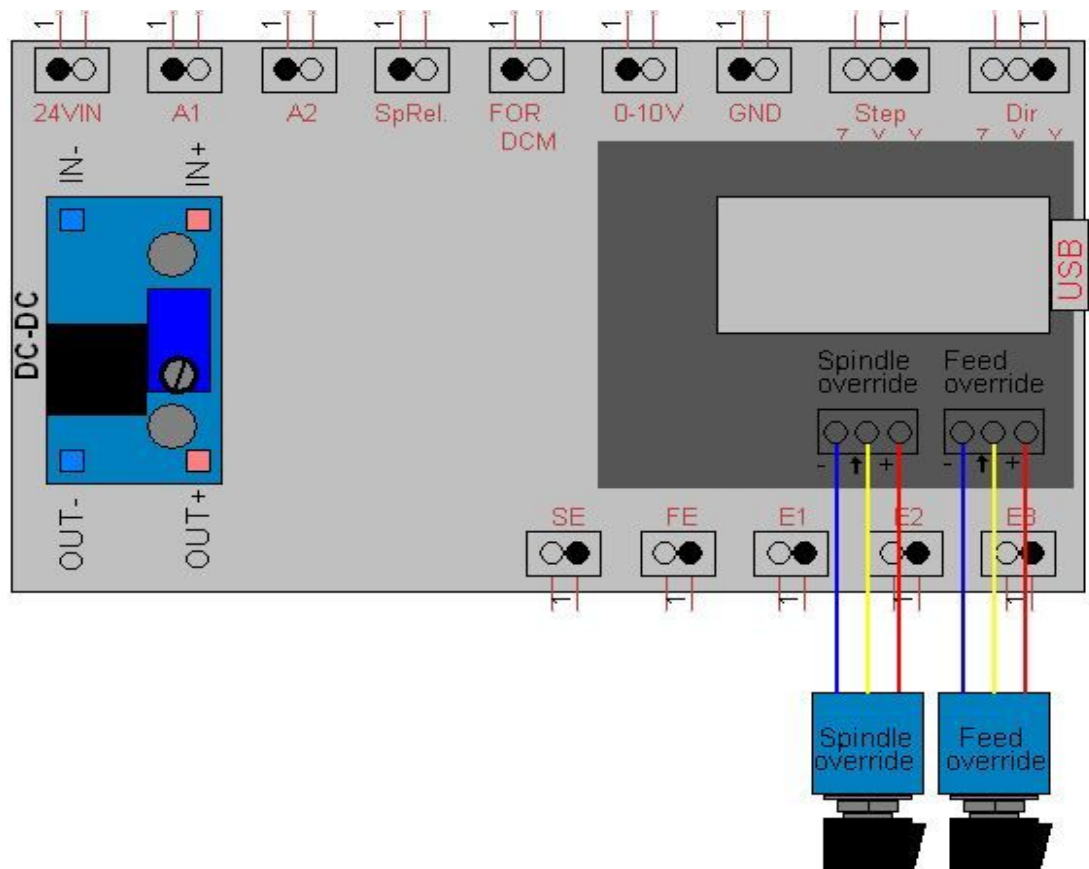

Abbildung 1.1.1
4. Stecken Sie das Override Shield wie in Abbildung 1.1.1 dargestellt auf die Steuerkarte. Achten Sie auf den richtigen Sitz, so dass die Stift- und Buchsenleiste deckungsgleich sind.